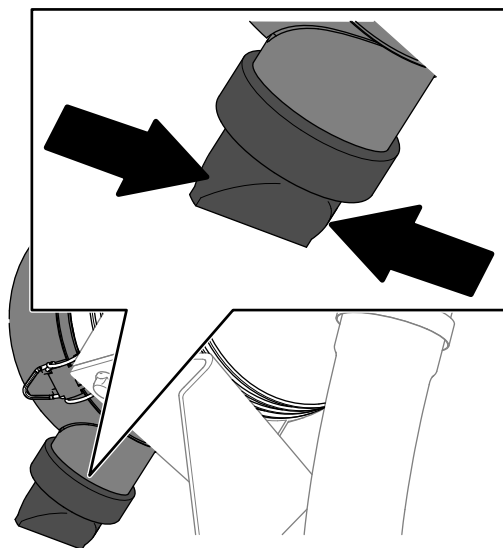

Рисунок 79
5. Сожмите клапан удаления пыли (Рисунок 79).